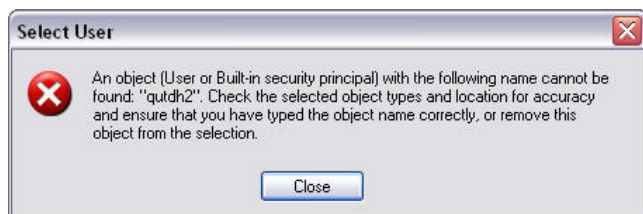

FIG. 61
- j. Als de computer uw gebruikersnaam niet vindt, wordt een foutmelding zoals in FIG. 61 weergegeven. Vink de types en locatie voor selectie van objecten aan en probeer uw gebruikersnaam opnieuw in te voeren. Als u de foutmelding blijft ontvangen, neem dan contact op met uw IT-contactpersoon voor assistentie.